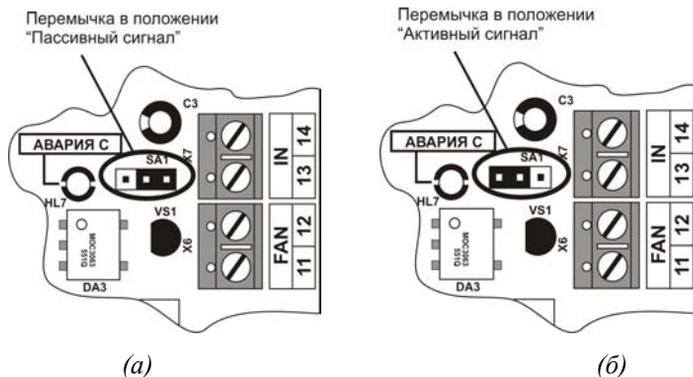

Рис. 3
5.1.6. Установите переключатель выбора типа сигнала управления. Для работы с пассивным сигналом переключатель устанавливается ближе к разъему «IN», при работе с активным сигналом – ближе к середине платы (рис. 3). При установке переключателя на один штырь разъема управление модулем невозможно.